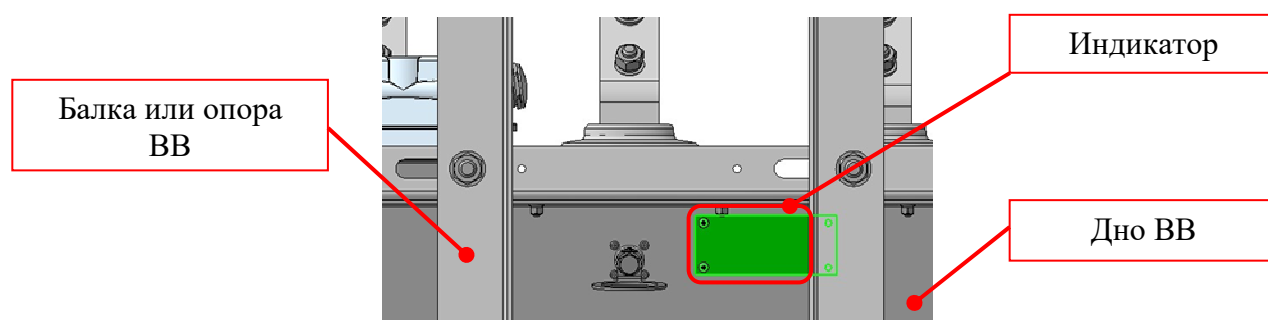

Рисунок 1.1 — Обеспечение обзора индикатора.
- Обеспечить свободный обзор индикатора положения ВВ, при установке на балки КМ, путём регулировки положения ВВ относительно балок по эллиптическим пазам корпуса ВВ (см. рис. 1.1);